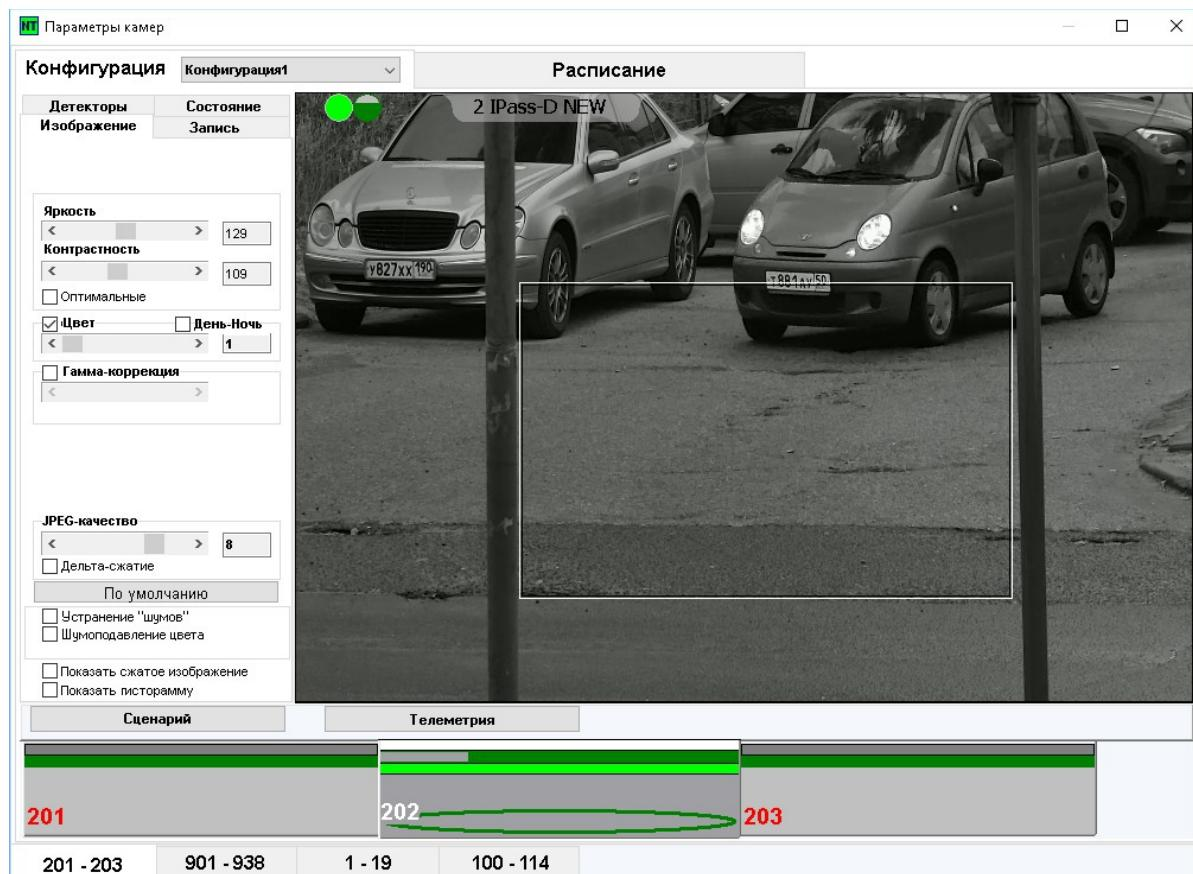

Рисунок 101: Настройка параметров камеры 'Изображение'.
- ❖ Если включён параметр CVS, то на закладке Изображение необходимо выключить функцию оптимальной подстройки Яркости и Контрастности (Рис. 101), выключить Цвет.